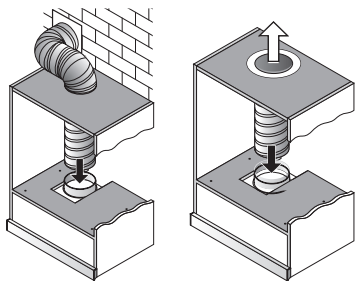

Рис. 5
- Усі з'єднання повинні бути міцними та герметичними (див. Рис. 5).